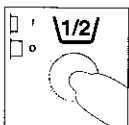

Fig. 20
- 14) Cette fonction est à sélectionner pour de petites quantités de linge (2,5 Kg ou moins) (Fig. 20). Vous réaliserez ainsi d'appréciables économies d'eau et d'énergie. La "Demicharge" ne doit pas être utilisée pour les programmes "laine" et "rideaux" qui doivent être rinçés au niveau d'eau maximum.